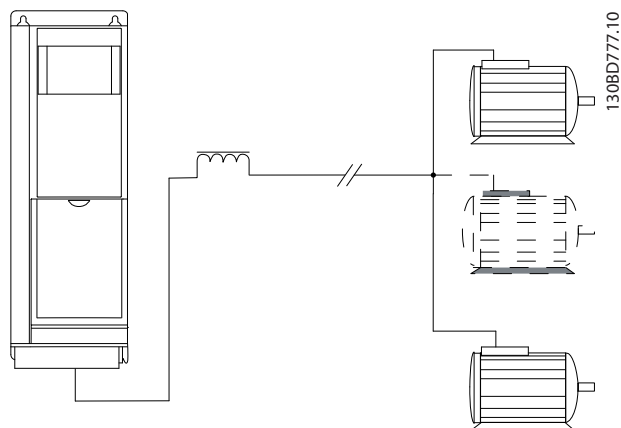
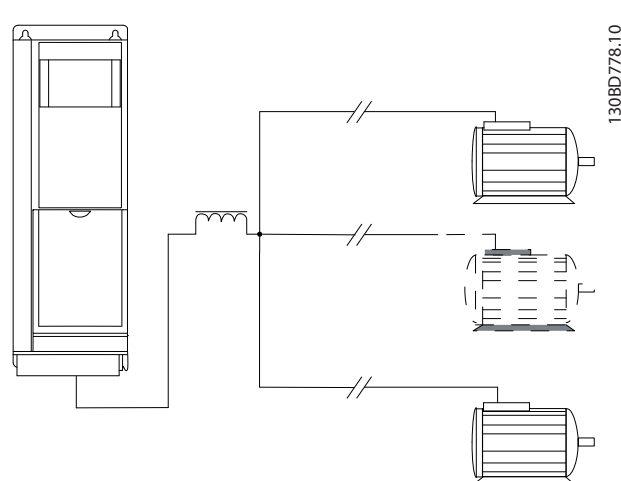

Bild 3.14 Parallellkablar med belastning
Bild 3.15 LC-filter för långa parallellkablar
- Den totala motorkabellängd som anges i *Tabell 3.4* är godkänd så länge som parallellkabellarna hålls korta (mindre än 10 meter var), se *Bild 3.14* och *Bild 3.15*.
- Var uppmärksam på spänningsfall längs motorkablarna, se *Bild 3.15*.
- Använd LC-filter för långa parallellkablar, se *Bild 3.15*.